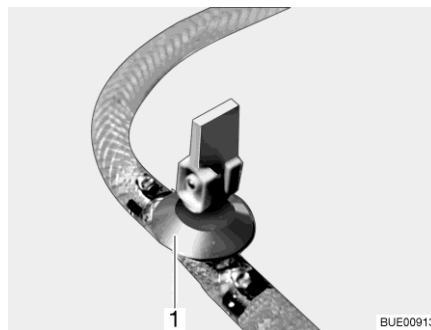

Bild 221 Avtappningskran
- Stäng avtappningskranen/avtappningskranarna. Ställ vipparmen (Bild 221,1) i vågrätt läge.
- Öppna avtappningskranen/avtappningskranarna (Bild 221). Ställ vipparmen (Bild 221,1) i lodrätt läge. Varmvattenberedaren töms utåt.